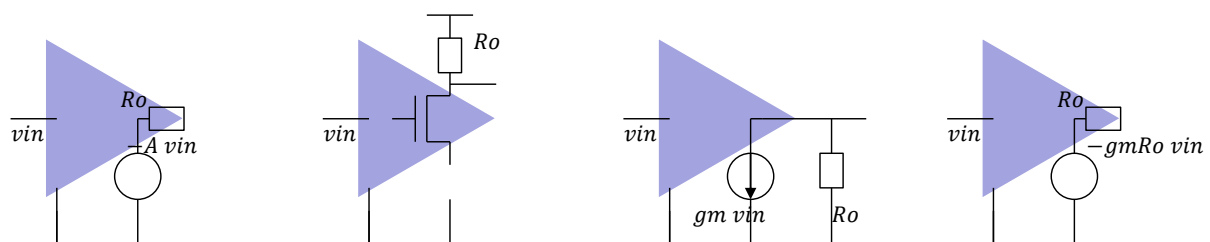

Abbildung 37: Spannungsverstärker basierend auf einem Transistor – Ersatzschaltung.
Das Kleinsignalmodell des Verstärkers ist in Abbildung 37 gezeigt, es ist eine Spannungsgesteuerte Stromquelle. Die Stromverstärkung nennen wir Transkonduktanz  $-g_m$ . Wichtig ist, dass ein ausreichend großer DC-Bias-Strom durch den Transistor fließt da nur dann der Transistor eine große Transkonduktanz hat.
Wir können die Stromquelle in die Spannungsquelle umwandeln (Abbildung 37). Das ist nützlich da wir dann die Formeln, die wir für Spannungsverstärker hergeleitet haben (22) und (23) weiter verwenden können.